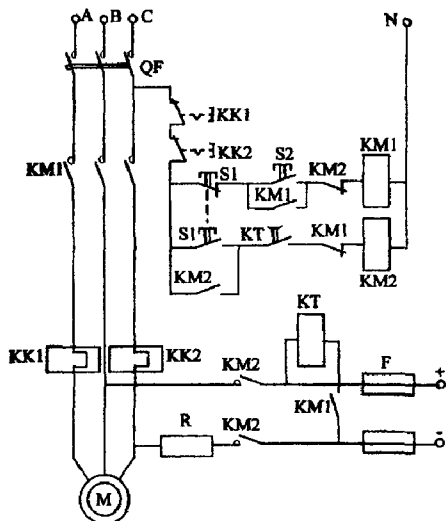

Рис. 3.18
- 3) рис. 3.18 – схема управления, защиты от перегрузок и коротких замыканий асинхронного двигателя с короткозамкнутой обмоткой ротора и динамическим торможением [2, с.519];